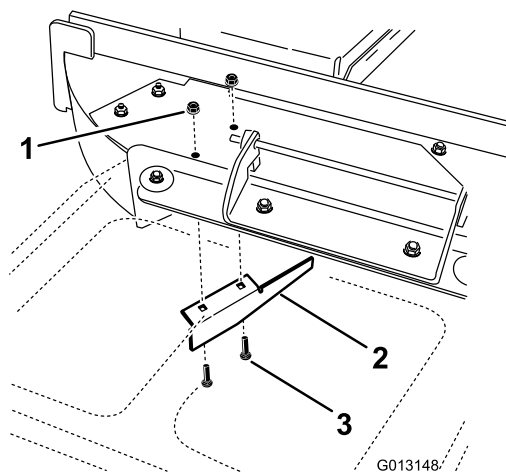

Figure 6
- Trouvez le déflecteur sur l'ouverture d'éjection latérale sur le tablier (Figure 6).